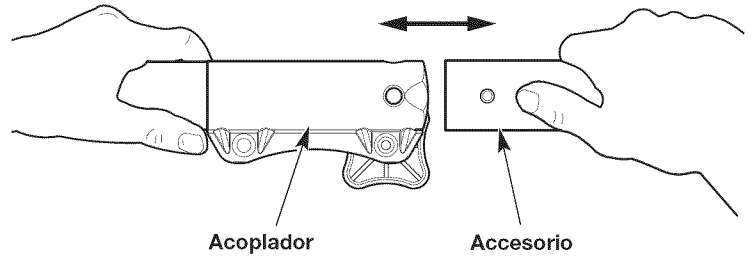
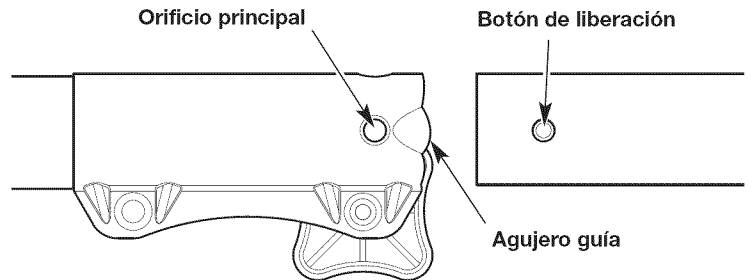

Fig. 4
Fig. 5
4. Alinee el botón de liberación con el embutimiento de la guía (Fig. 5).
5. Presione el accesorio directamente dentro del acoplador (Fig. 4) hasta que el botón de liberación encaje a presión firme del orificio principal (Fig. 5).
3. Oprima y mantenga apretado el botón de liberación (Fig. 5).
4. Tire del accesorio directamente hacia fuera del acoplador (Fig. 4).